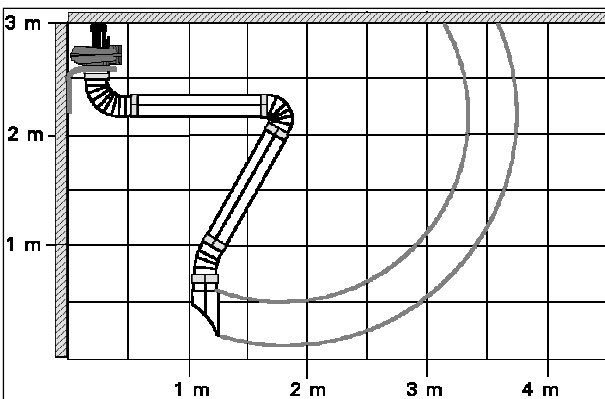

Fig. 1.01
- Zie fig. 1.01; ventilator standaard gemonteerd